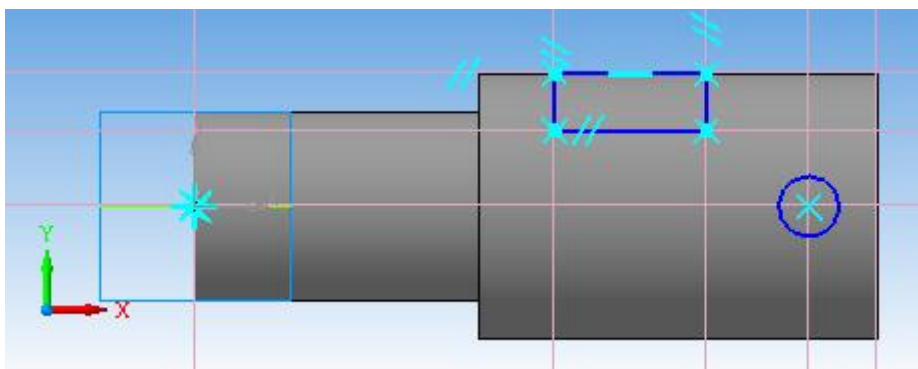
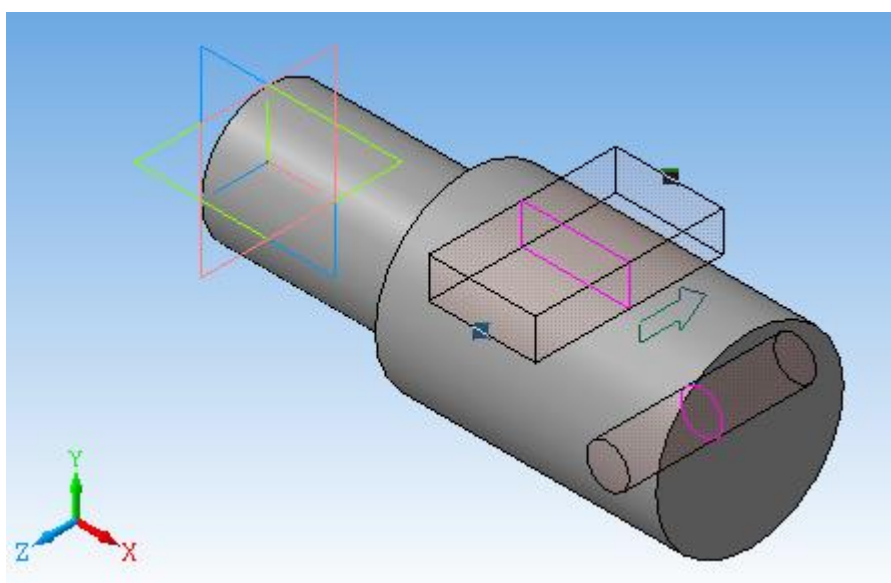

Рис. 7.6
Рис. 7.7
9. На наступному етапі побудуємо наскрізний отвір. Для цього в *Дереві побудови* активуємо площину XY. Вибрати режим  *Ескіз*. За допомогою допоміжних прямих поставимо положення отвору. Командою  *Коло* виконаємо коло діаметром 16 мм (рис. 7.6). В *Редагуванні деталі* вибрати  *Вирізати видавлюванням*. Також, як в попередньому випадку, вибрати  *Два напрямки*,  *Через все* (рис. 7.7).